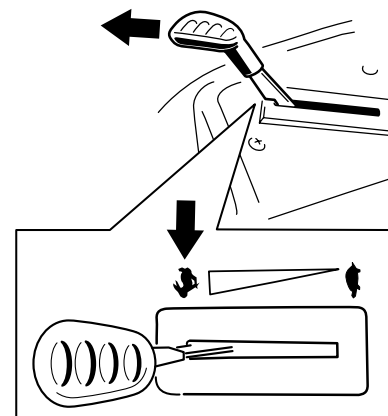

Figura 17
**Nota:** Siempre engrane las cuchillas con el acelerador en la posición de RÁPIDO (Figura 17).